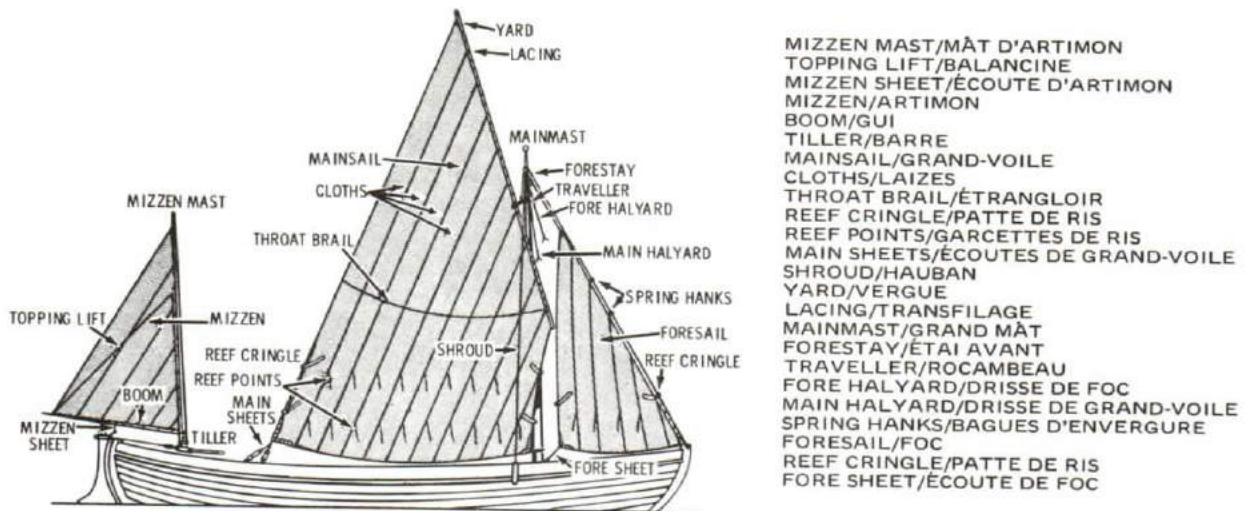

Figure 12-38
2. Figure 12-38 illustrates the rig of a 27-foot service whaler. The details are common to most fore-and-aft rigged boats.
2. La figure 12-38 montre le gréement d'une baleinière de 27 pieds. Les détails sont communs à la plupart des embarcations à gréement aurique.